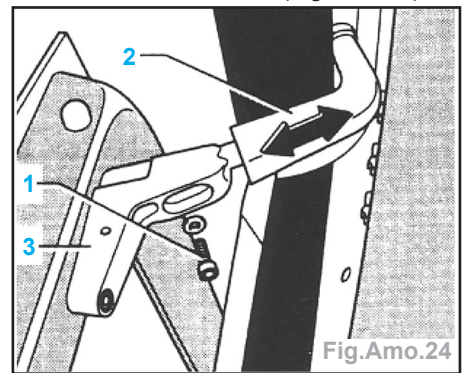

Fig.Amo.24
- En desserrant la vis à six pans creux (1), déplacer le guide-galet supérieur (2) sur son support (3 flèches) jusqu'à ce que la partie supérieure avant de la porte coulissante soit alignée avec le contour extérieur du montant B (Fig.Amo.24).